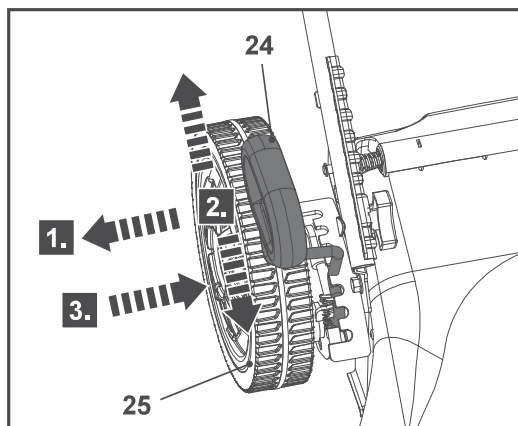

Fig. 21
1. Coloque a alavanca de ajuste da altura de corte (24) acima da segunda posição mais baixa (Fig. 21).
1. Puxe a alavanca de ajuste da altura de corte (24) na direção da roda traseira (25) (Fig. 21, passo 1) e, em seguida, desloque-a para a frente ou para trás até à altura de corte pretendida (Fig. 21, passo 2).
2. Solte a alavanca (24) e certifique-se de que engata corretamente no lugar (Fig. 21, passo 3).